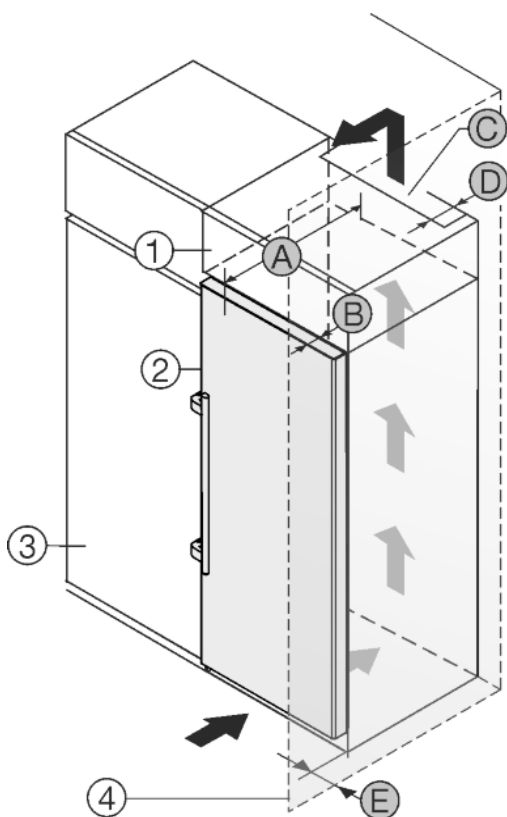

Fig. 24
Пристрій можна комбінувати з кухонними шафами. Для того, щоб пристрій Fig. 24 (2) вирівняти по висоті кухонної секції, на пристрій можна встановити антресольну секцію Fig. 24 (1).
Пристрій можна встановлювати безпосередньо поряд з кухонною шафою Fig. 24 (3). Для повного відкриття дверей пристрій повинен виступати на глибину Fig. 24 (B) відносно передньої панелі кухонної шафи. Залежно від глибини кухонних шаф та використання пристінних розпірок пристрій можна встановити так, щоб він виступав вперед.
- Задня сторона антресольної шафи повинна мати вентиляційний канал глибиною Fig. 24 (D) вздовж всієї ширини шафи.
- Під стелею приміщення слід дотримуватися поперечного перерізу вентиляційного відведення повітря Fig. 24 (C).
Якщо пристрій з шарнірами встановлюється поряд зі стінкою Fig. 24 (4), то між пристроєм та стінкою слід додержуватись відстані Fig. 24 (E). Це відповідає виступу ручки при відкритих дверцятах.